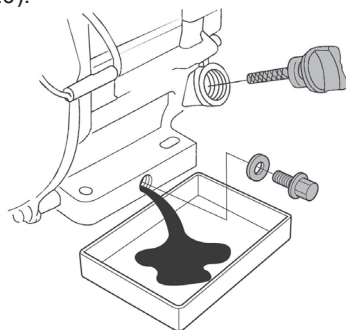

Рис. 20 Замена масла в двигателе
4. Очистите от загрязнений зону вокруг маслосливной горловины. Извлеките крышку-щуп из маслосливной горловины (Рис. 20) и протрите щуп чистой ветошью.
5. Открутите пробку для слива масла и слейте отработанное масло в подготовленную для этого емкость (Рис. 20).